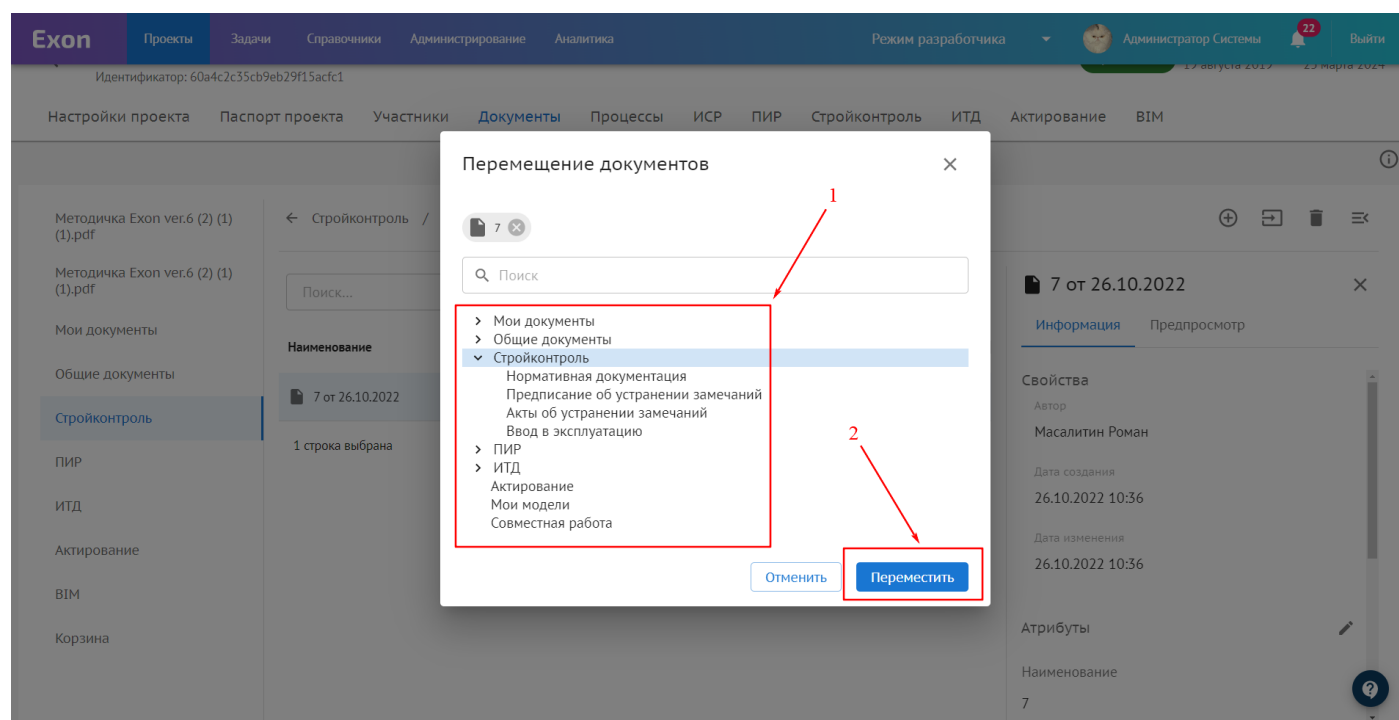

Рис. 51 – Выбор папки
2. Выбрать папку, в которую необходимо переместить документ (1) после чего нажать «Переместить» (рис.51).